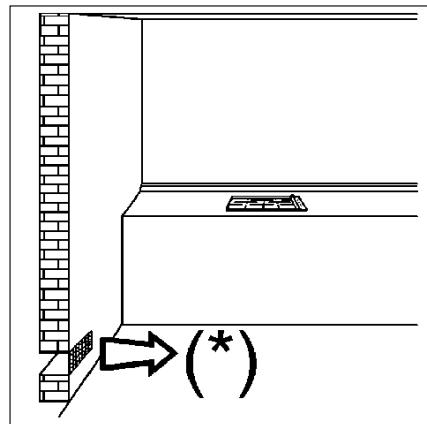
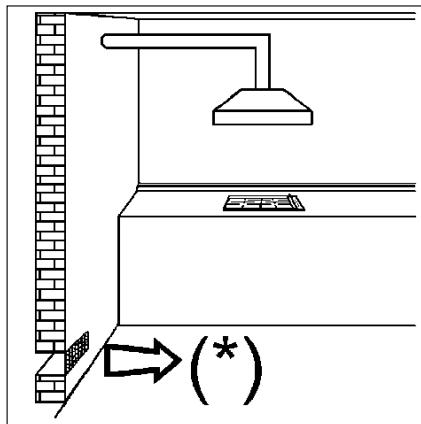
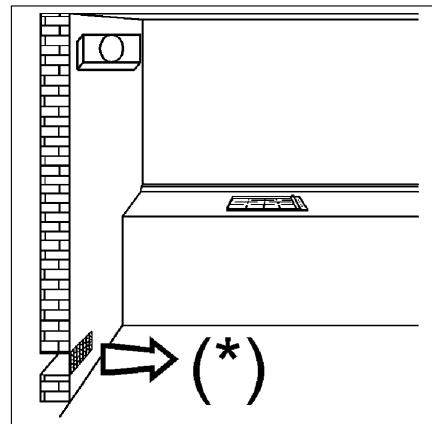

РИС. 3
РИС. 4
РИС. 5
• При сгорании газа выделяется тепло и влажность. Поэтому в помещении необходимо обеспечить хорошую циркуляцию воздуха, не загораживать отверстия для естественной вентиляции (рис. 3) и включить вытяжку (вытяжной колпак или электрический вентилятор, рис. 4 и 5).
Для правильного функционирования прибора необходимо, чтобы помещение, где он устанавливается, постоянно вентилировалось. Количество воздуха должно быть достаточным для нормального сжигания газа и вентиляции помещения объемом 20 м3. Естественный приток воздуха должен происходить напрямую через вентиляционные отверстия в стене, выходящие наружу и имеющие сечение не менее 100 см2 (см. рис. 3). Эти отверстия должны быть расположены таким образом, чтобы доступ воздуха в них всегда оставался открытym.
Продукты сгорания, образующиеся при готовке на газовых плитах должны обязательно удаляться при помощи вытяжек, соединенных с вентиляционными трубопроводами, дымоходами или с отверстиями, выходящими наружу (см. рис. 4). Если нет возможности использовать вытяжку, допускается использование вентилятора, устанавливаемого на окне, или на выходящей на улицу стене, который должен включаться одновременно с прибором (см. рис. 5), при этом обязательно должны соблюдаться нормы вентиляции помещений.